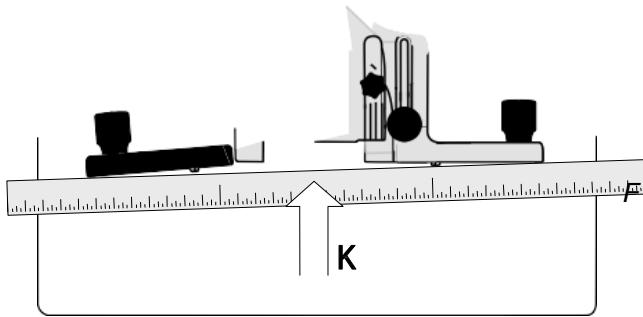
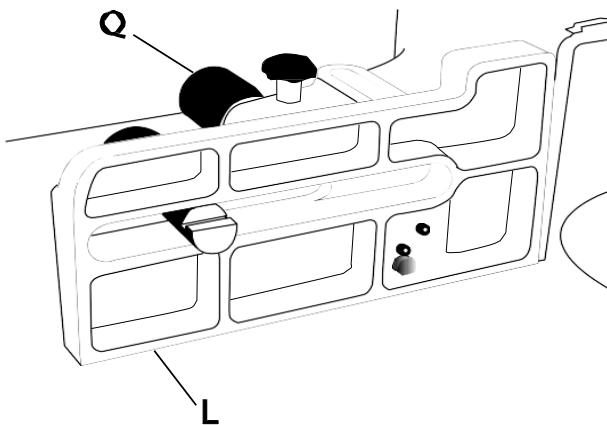

Рисунок 8
Рисунок 10
6. Снимите оба профиля (J1, J2) и прижмите линейку к корпусам подающего и отводящего упоров (Рисунок 8).
- Поддерживайте постоянное давление линейки на корпуса упоров (К, Рис. 8). В то же время попытайтесь выровнять оба упора в одной плоскости, как показано на Рисунке 9. Это достигается путем попеременной регулировки двух установочных винтов (М, Рис.10) на передней поверхности корпуса (Л, Рис.10) с помощью шестигранного ключа на 3 мм с последующим перемещением корпуса устройством для точной регулировки упора. (Q, Рис. 10) по мере необходимости.
**Важно:** Рекомендуется поворачивать регулировочные винты (М, Рис. 10) с шагом 1,6 мм или менее за раз.
- Прижмите угольник к корпусу упора (L, Рис.10) и столу.
- Если требуется регулировка, выполните ее установочными винтами N (Рис. 10).
- Используя гаечный ключ на 10 мм, ослабьте контргайку (O, Рис. 10), которая фиксирует установочный винт нулевого положения (P, Рис. 10) на корпусе (L, Рис. 10).
- Ослабьте или затяните установочный винт (P, Рис.10), как того требует ситуация, чтобы выровнять корпуса упоров, как показано на Рисунке 11-M.
**Примечание:** Устройство точной регулировки упора (A) находится в конечном положении по часовой стрелке (см. шаг 2).
- Затяните контргайку (O, Рис. 10).